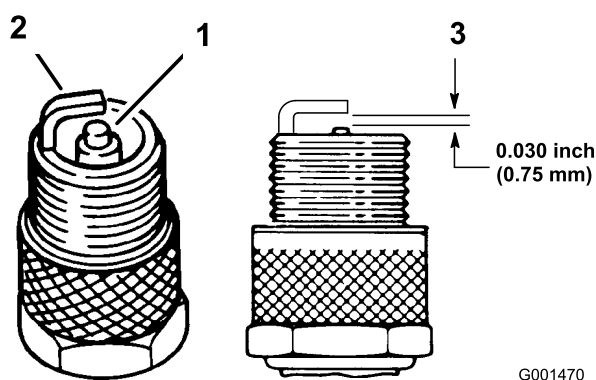

Figure 36
3. Vérifiez l'état des électrodes latérale et centrale, ainsi que l'isolateur central (Figure 36).
4. Réglez l'écartement entre les électrodes centrale et latérale à 0,762 mm (Figure 36). La bougie installée doit avoir l'écartement correct et être serrée à 20 Nm.